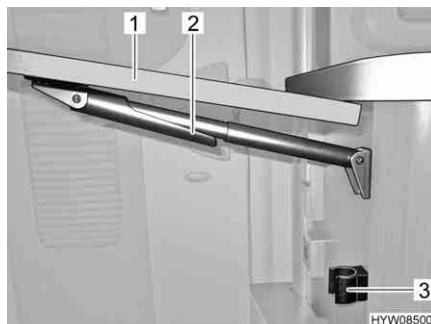

Fig. 74 Chiusura del tavolo ribaltabile su bancone
- Afferrare il tavolo ribaltabile su bancone (Fig. 74,1) sull'esterno e sollevarlo leggermente. Con l'altra mano ruotare e abbassare il dispositivo di fissaggio (Fig. 74,2) sul supporto telescopico.
- Orientare il piano del tavolo verso il basso, finché il supporto telescopico non ingranà nel supporto (Fig. 74,3).